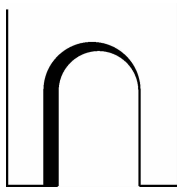

图 4-23 绘制直线段(三)
(4)绘制长度为 10 mm 和 5 mm 的直线段,设置线宽为 0.3,如图 4-23 所示。